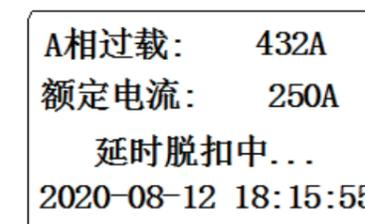

图9-4
9.2.2 过载延时脱扣：出现当前任意相电流值超过额定电流值的1.3倍时，保护器自动显示告过载参数，过载延时显示如图9-4所示。